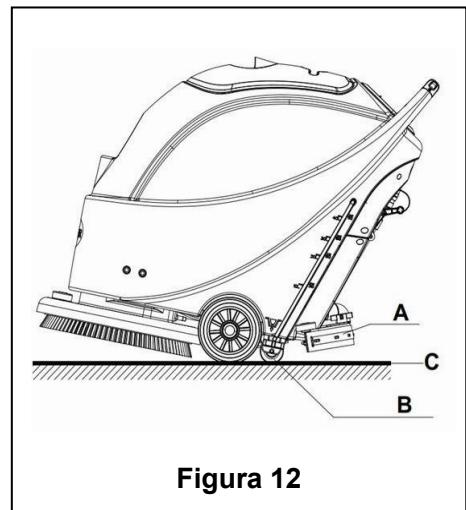

Figura 12
8. Liberte o interruptor de segurança (1) para desligar o suporte de escova/almofada e a válvula solenoíde.
9. Pressione o interruptor de bomba de vácuo (42) para a posição “O”, e a bomba do vácuo irá atrasar por 5 segundos antes de parar de funcionar.
10. Pressione o interruptor de controlo de volum de fluxo de água (44) para a posição “O” para desligar completamente o funcionamento da válvula solenoíde.
11. Pressione o interruptor de energia (41) para a posição “O”.
12. Utilize o puxador de elevação do squeegee (14) para elevar o squeegee.
13. Agarre o guião (2) e incline gentilmente a máquina para trás até a roda guia (B) tocar no chão. Veja a Figura 12.